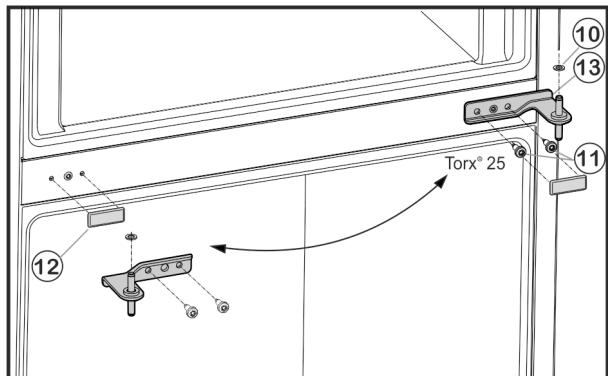

Fig. 6
- ▶ Odšroubujte upevňovací šrouby Fig. 6 (11) (2 x Torx® 25) a stojan ložiska uprostřed vytáhněte ze spodních dvířek.
- ▶ Vyjměte plastovou podložku Fig. 6 (10).
- ▶ Kryt Fig. 6 (12) opatrně stáhněte.
- ▶ Kryt Fig. 6 (12) opět nasadte na protilehlé straně.
- ▶ Prostřední stojan ložiska Fig. 6 (13) otočený o 180° nasadte do spodních dvířek a našroubujte jej pomocí upevňovacích šroubů Fig. 6 (11)(2 x Torx® 25) pevně na novou stranu závěsu dveří (**4 Nm**).
- Opět nasadte plastovou podložku Fig. 6 (10).
- Horní dvírka usaďte na prostředním ložiskovém čepu Fig. 6 (13).